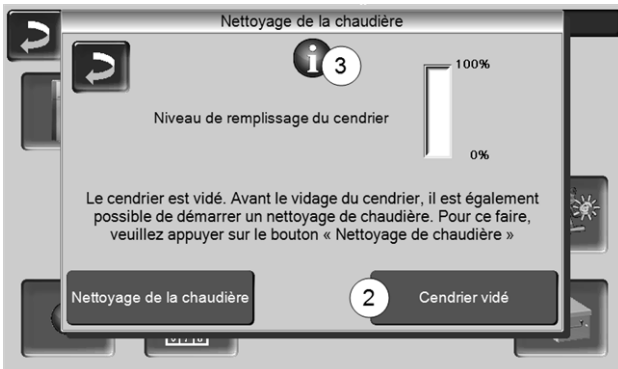

Abb. 2-52
- Appuyer sur le bouton *Nettoyage de la chaudière* > Abb. 2-52